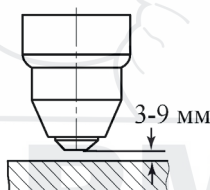

Рис. 7.4. Выбор расстояния от сопла плазмоторона до разрезаемого изделия.
- Расстояние до разрезаемого изделия (см. рис. 7.4).